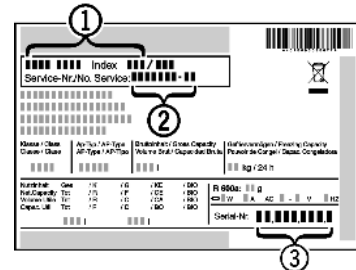

Fig. 21
- ▶ A készülék megnevezését *Fig. 21 (1)*, a szerviz- *Fig. 21 (2)* és sorozatszámot *Fig. 21 (3)* a típustábláról olvassa le. A típustábla a készülék belsejében baloldalon található.